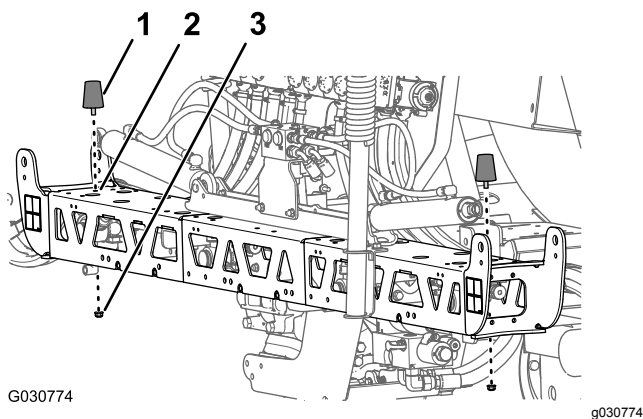

Figura 131
1. Alinhe o pino roscado do para-choques que retirou no passo 4 de Retirar a cavidade da rampa \(página 39\) pelo orifício intermédio na extremidade da placa superior da secção da rampa central (Figura 131).